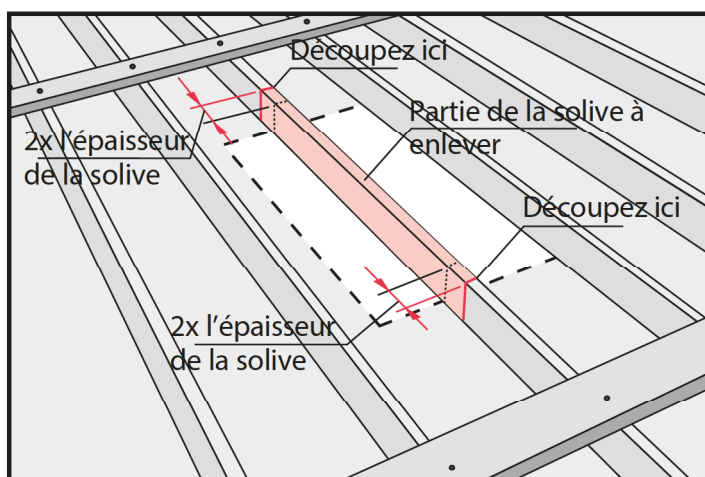
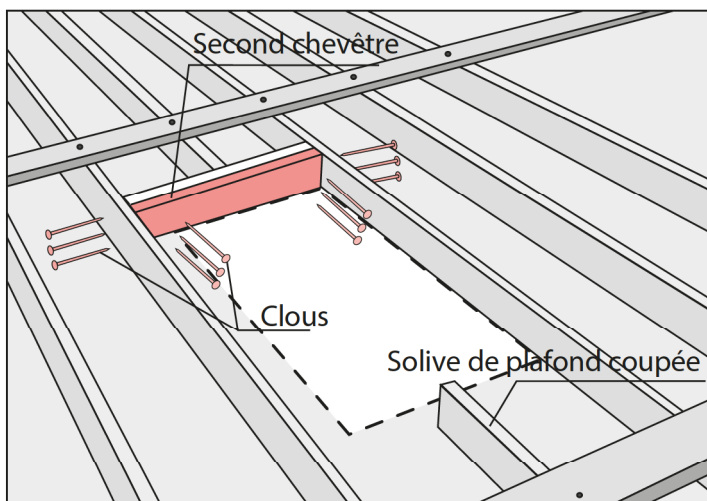

Fig. 11 La ligne pointillée indique l'emplacement choisi.
Fig.17.
Déterminez ensuite les emplacements où il faudra couper les solives (voir figure 11). La ligne de coupe devrait se trouver à une distance de deux (2) fois l'épaisseur des solives du cadre (habituellement 7,6 cm [3 po]). Ceci vous laissera suffisamment d'espace pour placer un double chevêtre à chaque extrémité de la solive (figure 17, page 8).
Placez le second chevêtre contre le premier et clouez-le (figure 17).